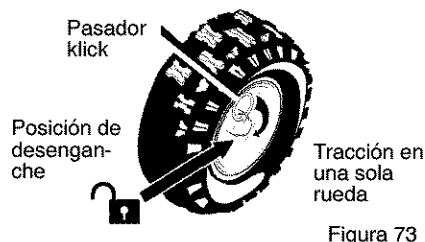

Figura 73
2. Para facilitar la maniobra de la unidad en condiciones de nieve ligera, desconecte el **pasador klick** de la **posición de enganche** de la rueda e introdúzcalo en el agujero para tracción de una rueda (**desenganche solamente el agujero del eje**). Vea la Figura 73.